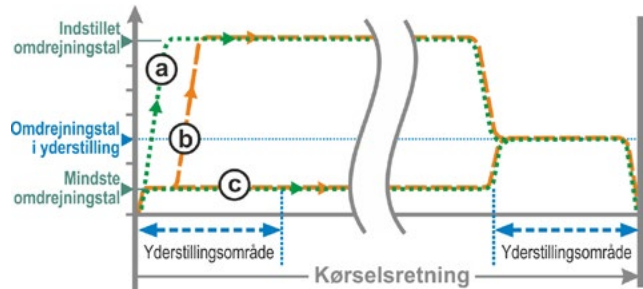

Fig. 2: Omdrejningstal i yderstilling "hurtigstart"
- Ved **vandringsafhængig** frakobling skiftes straks til det indstillede omdrejningstal for at opnå en så kort løbetid som muligt. Se også fig. 2, kurve a.